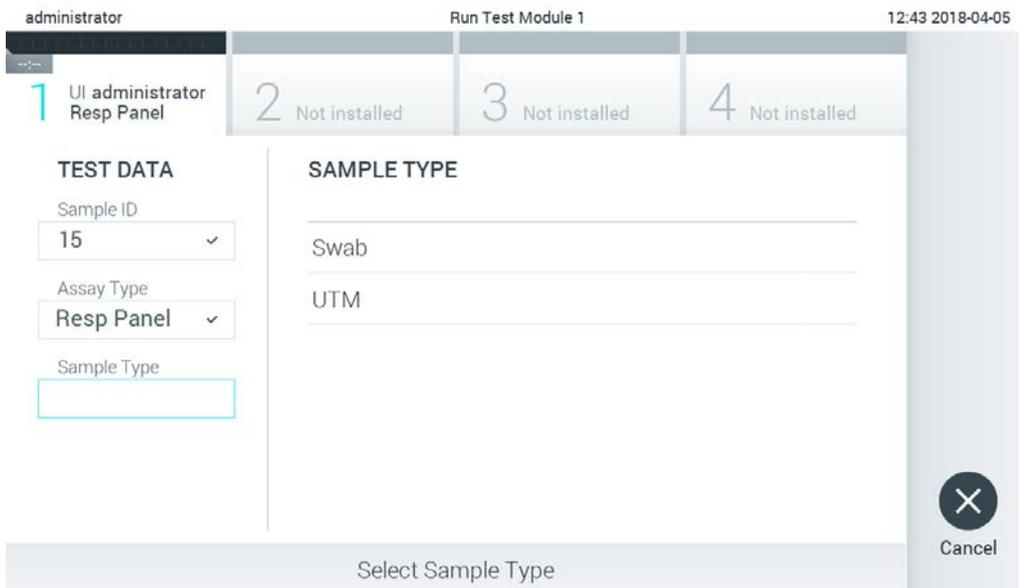

Figura 84. Selezione del tipo di campione.
- Il campo Assay Type (Tipo di esame) sarà popolato automaticamente e, se necessario, dovrà essere selezionato manualmente un Sample Type (Tipo di campione) dall'elenco (Figura 84).